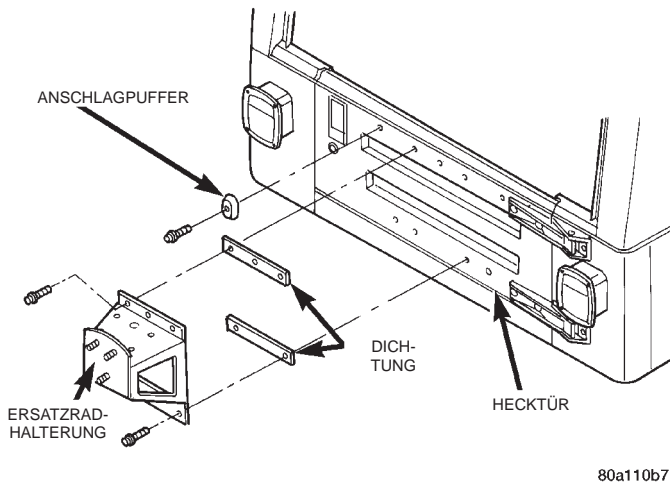

Abb. 79 Ersatzradhalterung
(2) Befestigungsschrauben lösen, mit denen die Radhalterung an der Hecktür befestigt ist (Abb. 79).
(3) Hochgesetzte Zusatzbremsleuchte abklemmen.
(4) Halterung und Dichtungen von der Hecktür abbauen.